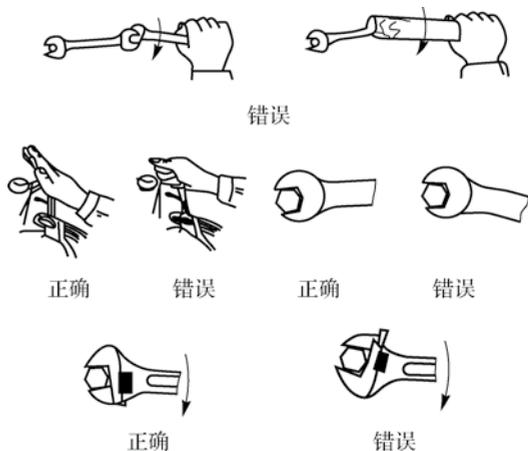

图 1-7 扳手的使用
(1) 扳手的使用。用于拆装螺栓和螺母的扳手有很多,如梅花扳手、开口扳手、套筒扳手、活动扳手、扭力扳手等。由于螺栓、螺母几乎均为标准件,所以扳手规格也几乎皆为标准的英制或米制。在选用扳手时,一定要注意扳手的开口尺寸,必须与螺栓或螺母的尺寸相符合。在进口汽车维修中,要注意扳手英制、米制的选择。扳手的选用原则为:先选用套筒扳手,其次为梅花扳手,再次为开口扳手,最后为活动扳手。在使用中,应使拉力作用在开口较厚的一边,以防止扳手损坏和滑脱。
① 梅花扳手、开口扳手、活动扳手的使用。梅花扳手、开口扳手、活动扳手使用方法如图 1-7 所示。
② 套筒扳手的使用。套筒扳手是一种组合工具,其套筒部分与梅花扳手的端头相同,适用于拆装位置狭窄或需要一定力矩的螺栓或螺母,